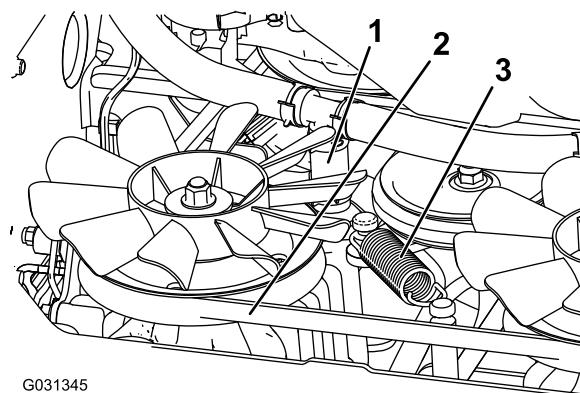

Bild 74
5. Entfernen Sie den unteren Hydraulikschlauch (Bild 74).
6. Entfernen Sie die Spannfeder (Bild 74).
7. Nehmen Sie den Fahrantreibsriemen von der Kupplung und dem Kupplungsanschlag ab (Bild 74).